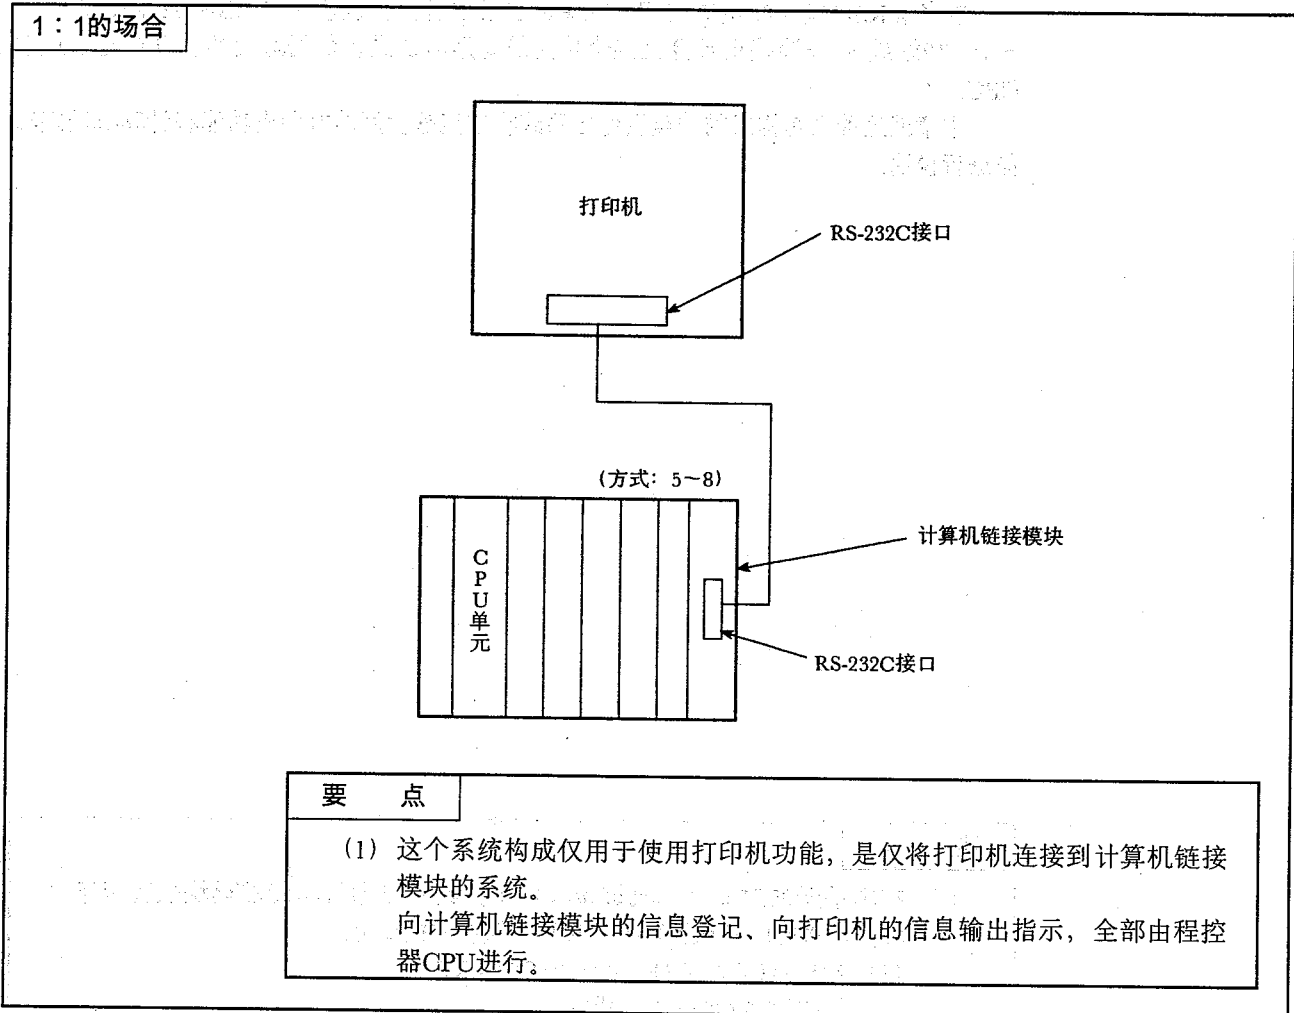

图14.1 系统构成(1)
- (1) 打印机与程控器CPU为1:1场合的系统构成如图14.1所示。图中的(方式: 5~8)表示该站的计算机链接模块的方式设定开关(参照4.2.1节)的设定范围。